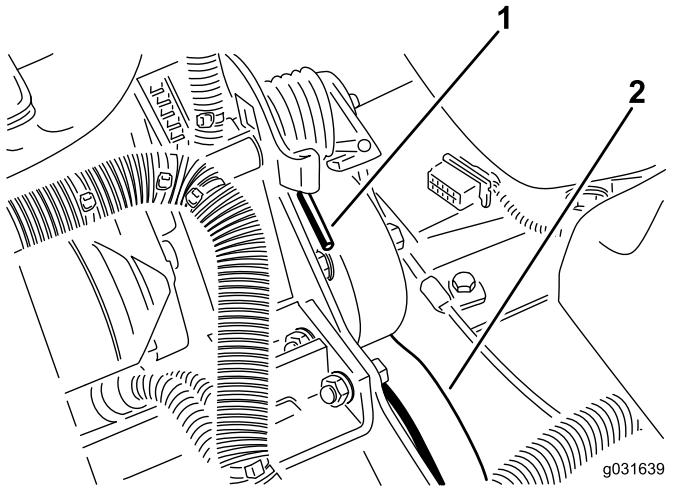

Figura 63
- Empuje hacia adelante y hacia abajo sobre el extremo del muelle para desengancharlo del soporte y liberar la tensión (Figura 63).